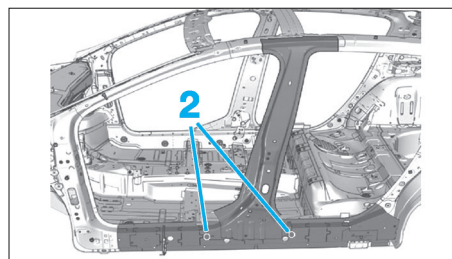

FIG. 73
- Maintenir la position avec 2 points de soudure (2) (Fig.73).